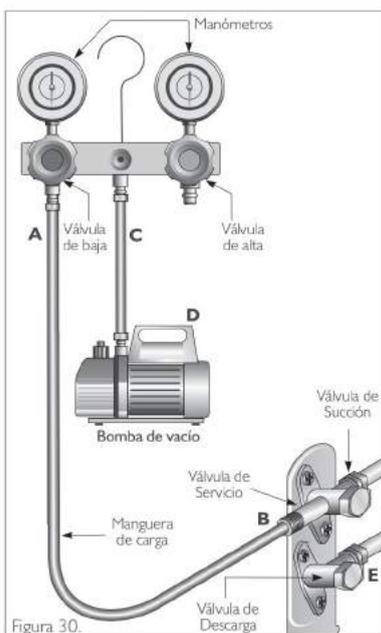

Figura 30.
- Realice una prueba de fuga en todas las conexiones de la tubería del sistema de refrigeración tanto en la tubería de descarga como en la de succión (ver figura 30), aplicando agua jabonosa con una brocha o espuma suave sobre las conexiones en la unidad interior y la unidad exterior; si se observan burbujas es porque hay fugas en el sistema. O utilice un detector de fugas para este fin.
- Retire el contenedor de nitrógeno del manifold y adapte una bomba de vacío para realizar la purga de aire (Ver figura 30).
### Cómo utilizar una bomba de vacío (ver figura 30)